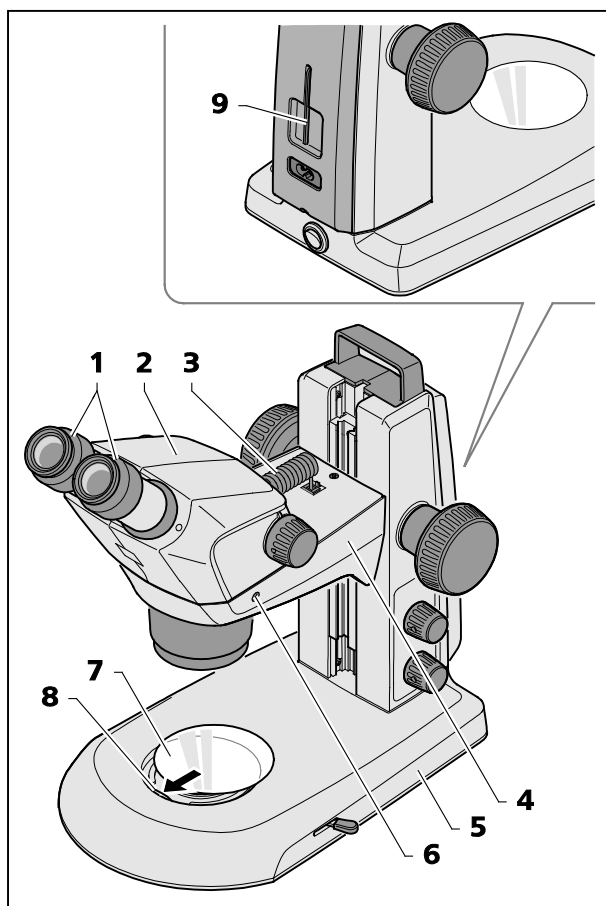

Fig. 10 Assemblage du stéréomicroscope
- Si le corps du microscope Stemi 305 (Fig. 10/2) n'est pas encore monté, insérez-le dans le support (Fig. 10/4), alignez-le correctement et immobilisez-le avec la vis de serrage (Fig. 10/6). La clé Allen adéquate (Fig. 10/9) se trouve au dos de l'appareil.
- Si les deux oculaires (Fig. 10/1) ne sont pas encore montés, introduisez-les jusqu'en butée dans les tubes porte-oculaire.
- Enfichez le câble de raccordement (Fig. 10/3) d'un côté dans la prise située sur le corps de microscope et de l'autre dans la prise située sur le support du microscope.
- Posez l'insert de platine en verre ou l'insert de platine en matière plastique n/b (Fig. 10/7) dans le logement prévu à cet effet dans le pied du statif.
Repoussez le ressort (Fig. 10/8) avec l'insert de platine afin de mettre ce dernier à plat dans le logement.